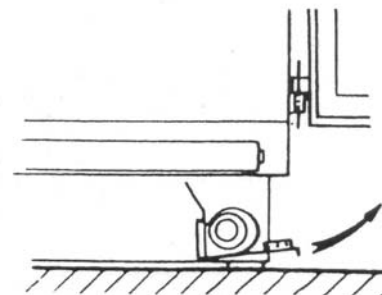

Fig. 25
- Tirare il ventilatore in direzione obliqua (fig. 25).